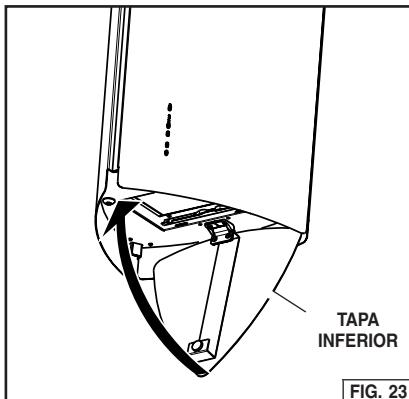

FIG. 23
- Cierre la tapa inferior y retire todo el revestimiento de protección. Fig. 23.